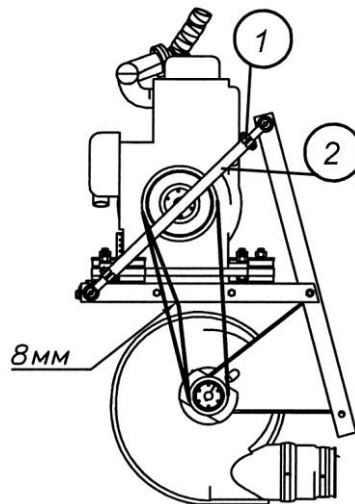

Рис. 6.3.3.
4. Проверить натяжение ремня привода вентилятора (рис. 6.3.3). Ослабив контргайки 1, натяжение ремня можно отрегулировать поворотом стяжки 2 в нужную сторону. При усилии в 4 кг (40 Н) прогиб ремня должен составлять 8 мм.